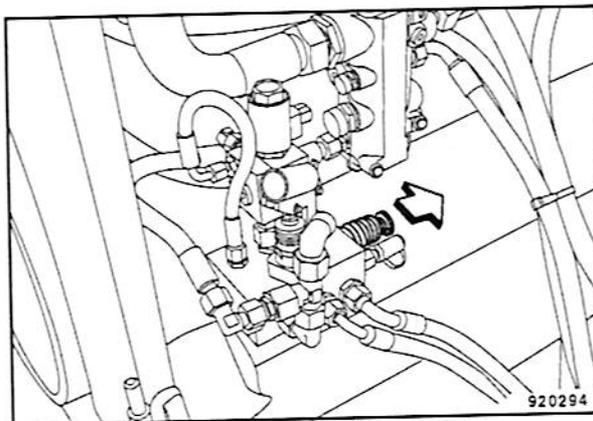

Fig. 106
- Sacar el botón de accionamiento de emergencia (Fig. 106) hasta el tope.